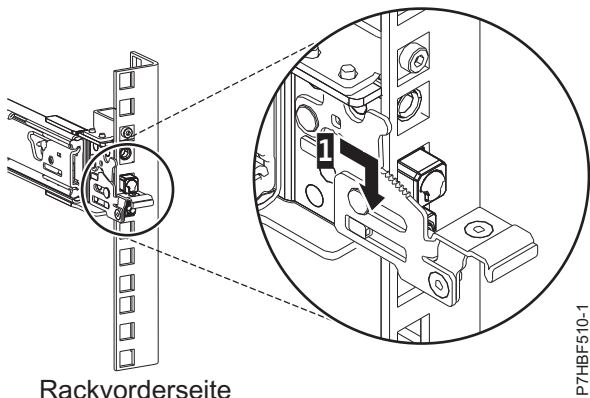

Abbildung 5. An der vorderen Schiene des Racks befestigte Stifte
6. Ziehen Sie die Schiene nach vorne und setzen Sie an der Vorderseite der Schiene drei Stifte in die zuvor markierten Bohrungen innerhalb der ausgewählten EIA-Einheit ein. Senken Sie die Schiene ab (1), damit der hakenförmige mittlere Stift einrastet. Einzelheiten finden Sie unter Abb. 5.